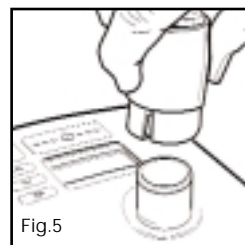
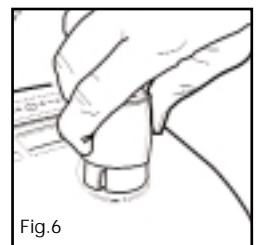
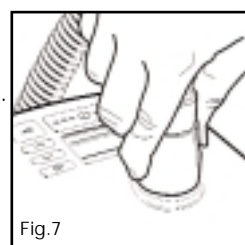

Fig.5
Fig.6
Fig.7
8. Het ene einde van de verwarmde ademhalings slang heeft een grijze plastic connector. Trek de mof op en schuif de connector op het apparaat. Duw de mof naar beneden om hem te bevestigen (Fig.5), (Fig.6), (Fig.7).